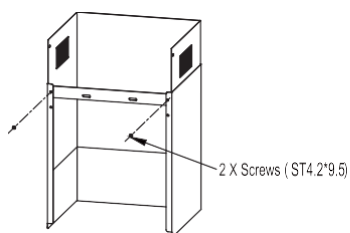

Fig.7
- Conecte a placa de instalação da chaminé e a chaminé. Veja a Fig.7.